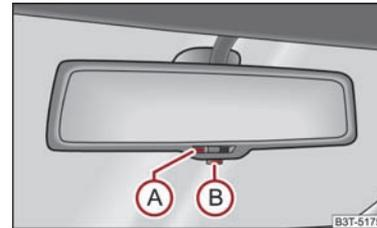

Abb. 67 Automatisch abblendbarer Innenspiegel
- Drücken Sie die Taste (B) ⇒ Abb. 67, die Kontrollleuchte (A) leuchtet.